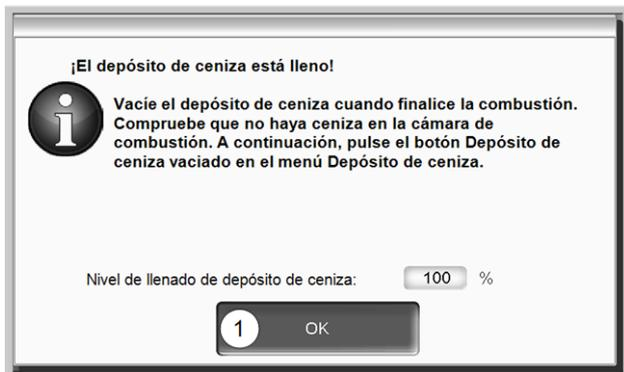

Abb. 2-49\_14\_051b
- ▶ Confirme el mensaje de aviso en la pantalla con **OK 1** > Abb. 2-49